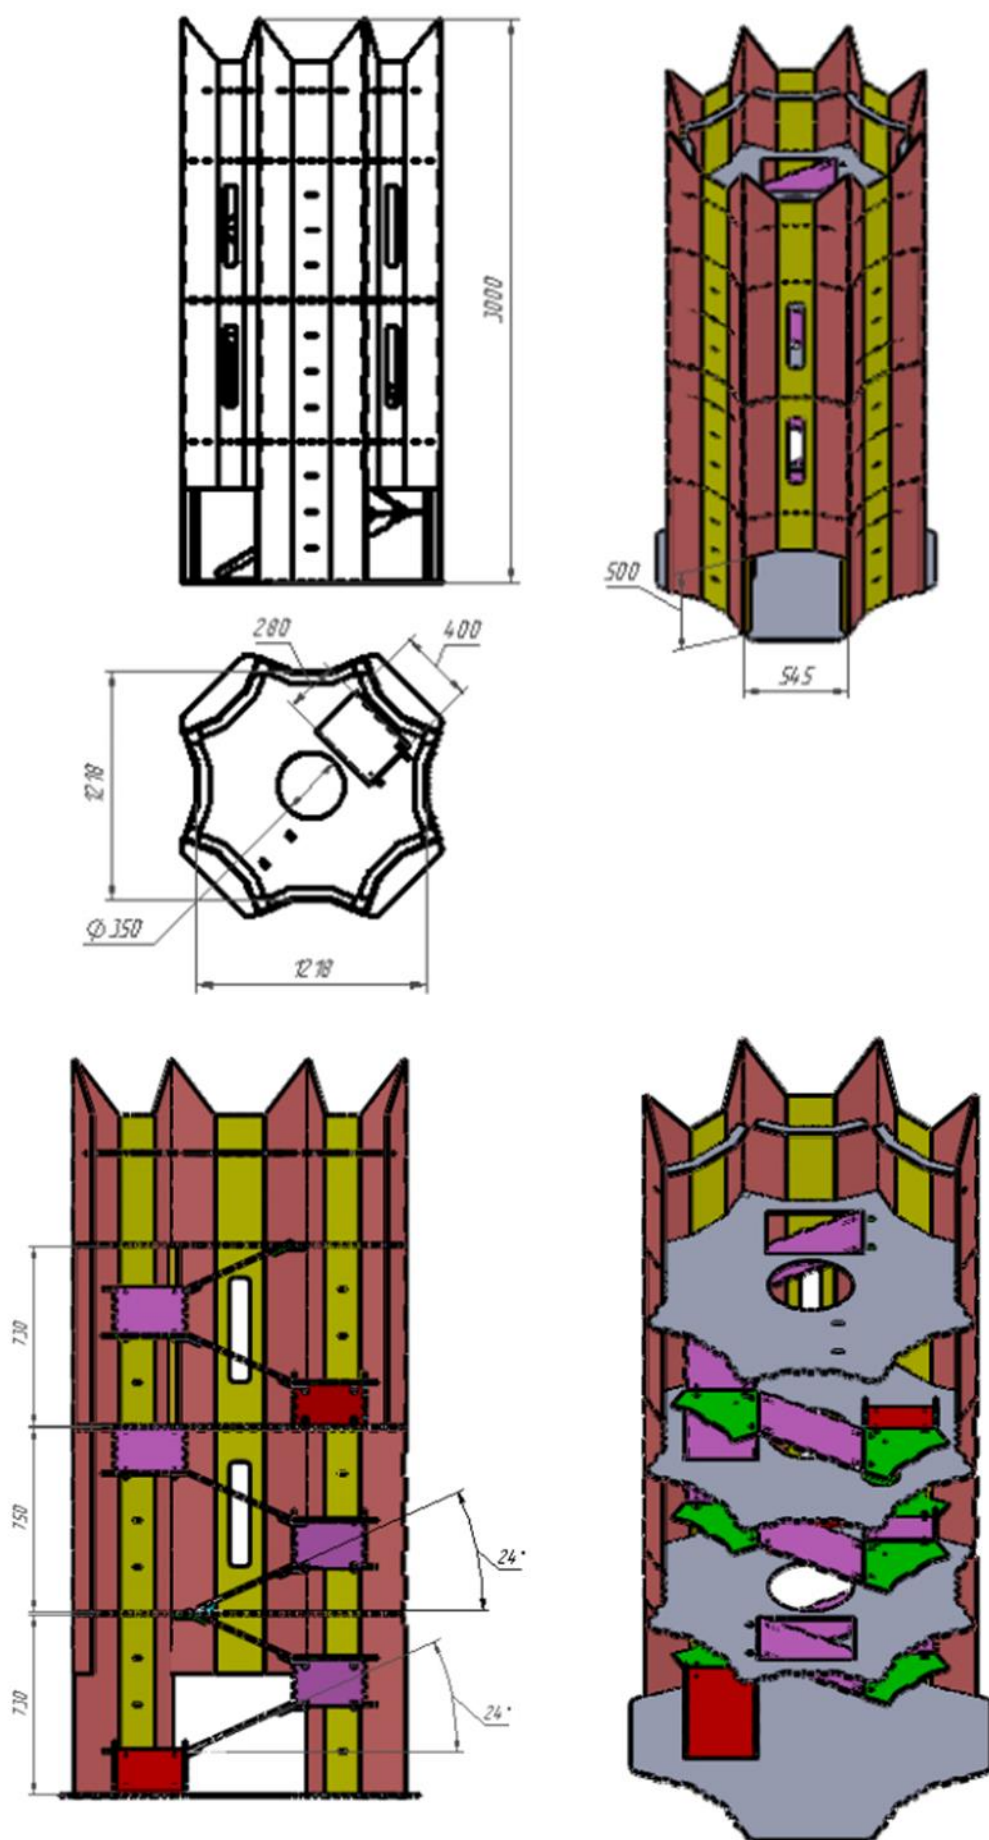

Рисунок 1.15 – Башня
- 5.2.6.1. Препятствие типа «Башня» (рисунок 1.15) представляет собой четырехъярусную конструкцию, оснащенную винтовыми переходами между ярусами. Ширина винтового подъема 210 мм, угол наклона 24 градуса.